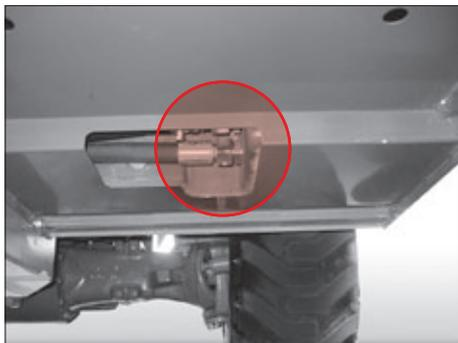

Fig. 114
2. Skru hydraulikslangen (fig. 114) af.
4. Skru hydraulikslangen (fig. 114) på.